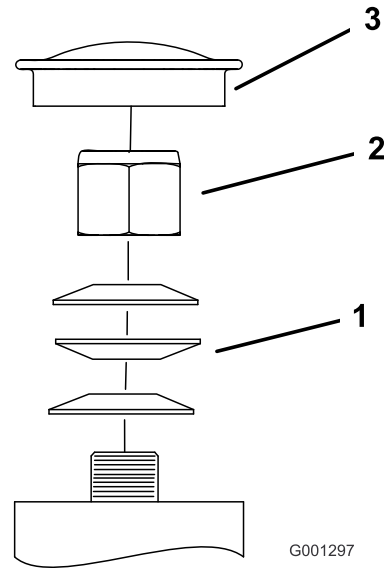

Figure 65
3. Retirez le capuchon antipoussière de la roue pivotante et serrez le contre-écrou (Figure 65).
4. Continuez de serrer le contre-écrou jusqu'à ce que les rondelles élastiques soient aplaties, puis desserrez-le de 1/4 de tour pour obtenir la précharge correcte des roulements (Figure 65).
Important: Veillez à placer les rondelles élastiques comme illustré à la Figure 65.
5. Remettez le capuchon antipoussière en place (Figure 65).